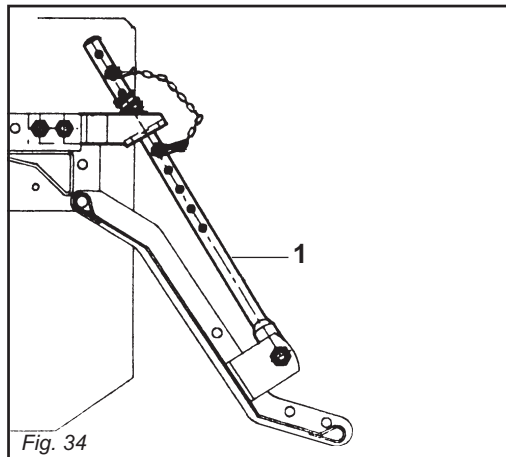

Fig. 34
- 2) Il martinetto a molla (1 Fig. 34) oltre a sostenere la lamiera livellatrice ed ammortizzarla nel trasporto su strada, serve a evitare il ribaltamento della macchina durante il parcheggio.
- 2) Besides supporting the levelling plate and acting as a shock absorber for it during road transport, the spring ram (1 Fig. 34) prevents the steering hoe from overturning when parking.
- 2) Le vérin à ressort (1 Fig. 34) sert de soutien à la tôle de nivellement et de suspension pendant le transport sur route, pour éviter le basculement du machine lors du stationnement.
- 2) Die Federwinde (1 Abb. 34) trägt nicht nur das Planierschild und dient beim Straßentransport zur Dämpfung von Stößen, sondern sie soll auch verhindern, daß die Maschine während des Parkens umkippt.